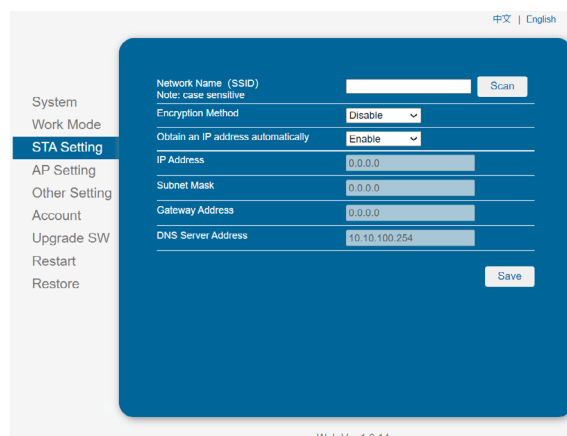

Fig. 44. Interfaz configuración WiFi.
- Seleccionar la WiFi deseada y hacer clic en "OK". Solo soporta un router de 2.412 GHz-2.484 Ghz. Ver Fig. 44.